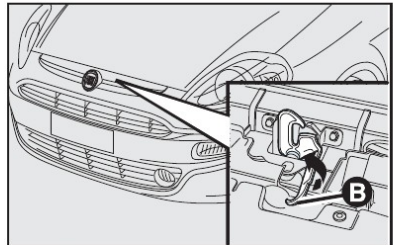

fig. 117
- 2) puxar a trava **B**-fig. 117 localizada acima da grade frontal sob o capô. Como indicado pela seta;